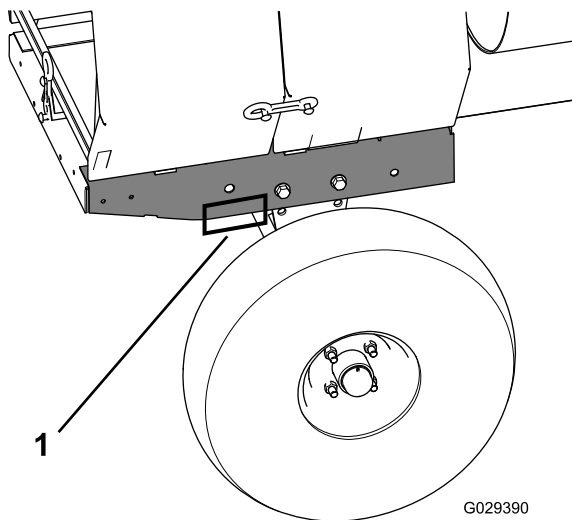

Figura 23
6. Coloque un soporte fijo en cada punto de apoyo de la extensión del bastidor trasero (Figura 23).